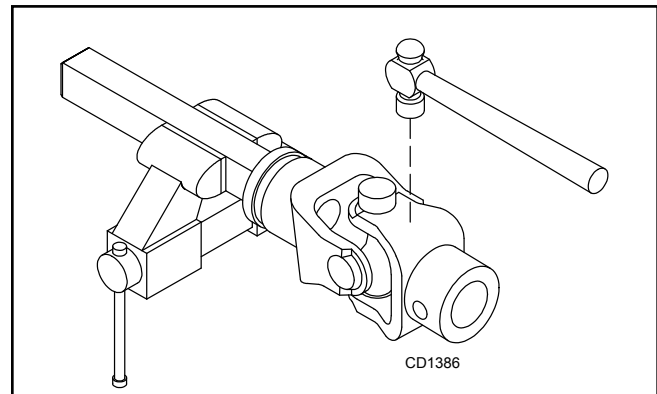

Figure 18.
2. Une fois les bagues-élastiques retirées, soutenez la transmission dans l'étau, tenez la fourche dans la main et tapez sur la fourche pour faire sortir la coupelle de l'arcade. Voir Figure 18.